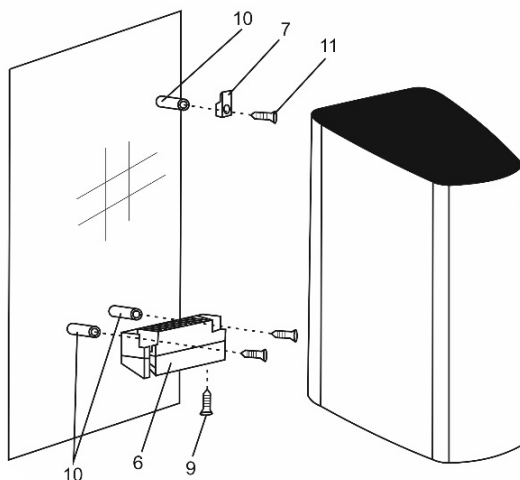

Fig. 4
- (Fig./Рис. 4) Вставьте дюбели (10) в отверстия и зафиксируйте крюк (7) поддерживающую опору (6) на стене.
- (Fig./Рис. 4) Навесьте сушилку на крюк (7) и поддерживающую опору (6); зафиксируйте сушилку при помощи шурупа (9).